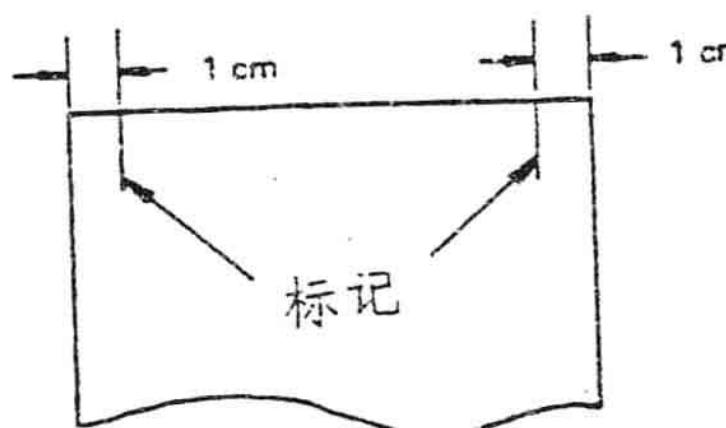

图 2 - 8
1) 在一张A₄（长边）或A₃（短边）纸上距两侧 1cm 处各画一条线，如图 2 - 8 所示，（以下称CS - 检测板）